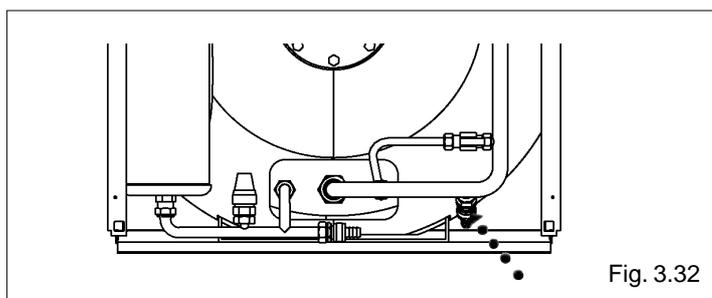

Fig. 3.32
- Antes de iniciar estas operaciones hay que controlar que la llave de vaciado de la caldera esté cerrada (fig. 3.32)